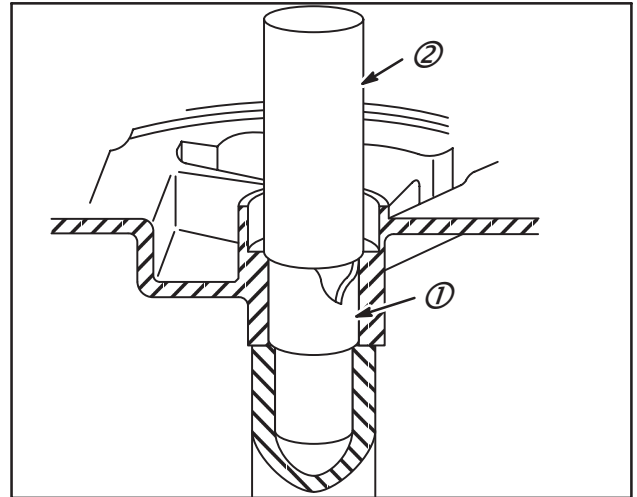

Fig. 14
2. Avec un outil chasse-bagues adéquat (2), enfoncer le palier (1) comme indiqué jusqu'à la cote spécifiée en TABLEAU NO. 3. Si aucune dimension n'est indiquée pour le Modèle, enfoncer la bague jusqu'à ce qu'elle soit à ras de la surface du joint, Fig. 14.